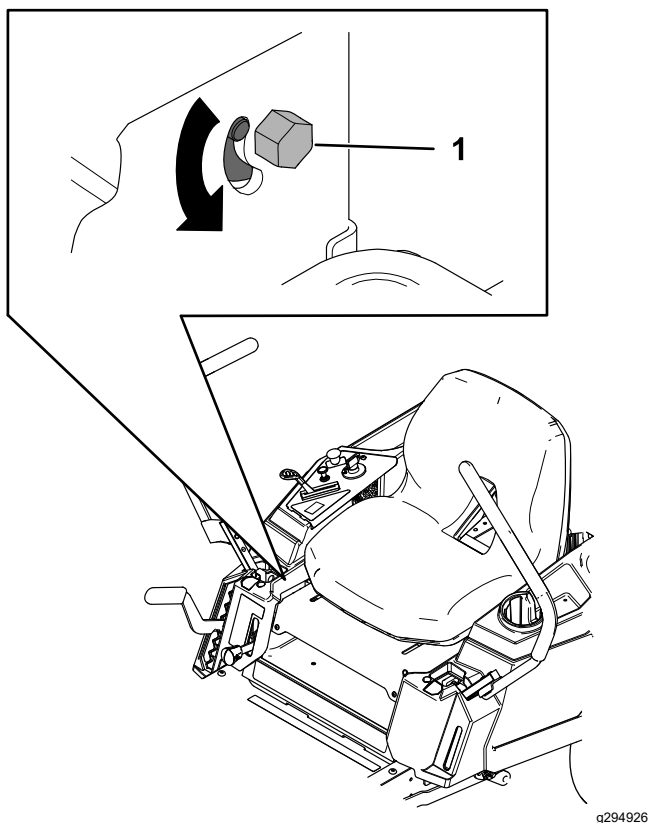

Figure 54
3. Localisez le boulon de réglage de la dérive près du levier de commande de déplacement du côté qui nécessite le réglage (**Figure 54**).